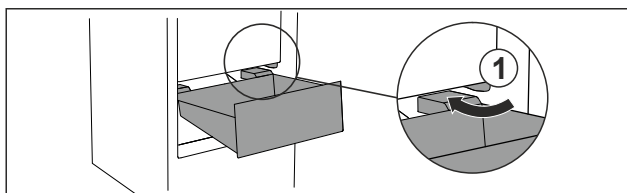

Fig. 97
- Lirka låda snett kring stoppklackarna Fig. 97 (1).